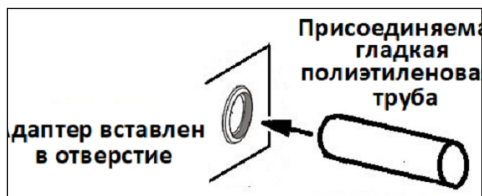

Рисунок 22 - Ввод гладкой трубы в адаптер
9.4.3 Адаптер для гладких труб устанавливают в просверленное отверстие (рисунок 22).